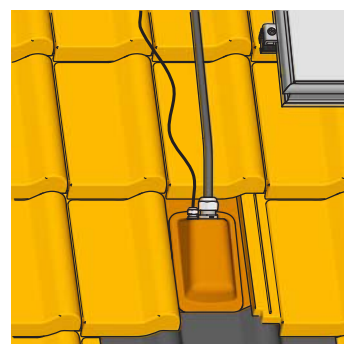

Fig. 3-35 Fase di lavoro 7
7. Coprire i passanti a tetto (fig. 3-35).